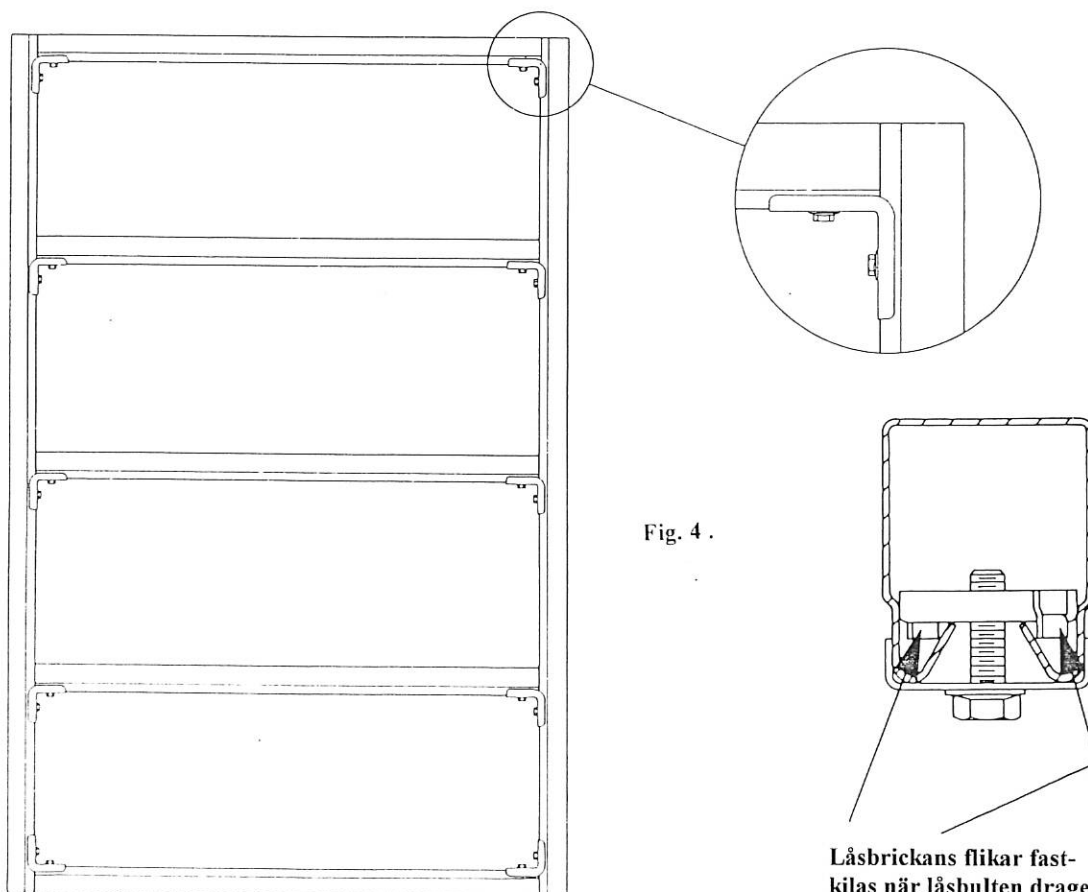

Fig. 4 .
3. Vid varje skarv monteras en 90° hörnkonsol. Denna montering sker på följande sätt: Låsbrickan placeras inuti de öppna ramprofilerna och hörnkonsolen utanpå. (se fig. 4) Det är viktigt att låsbulten endast drages åt för hand.